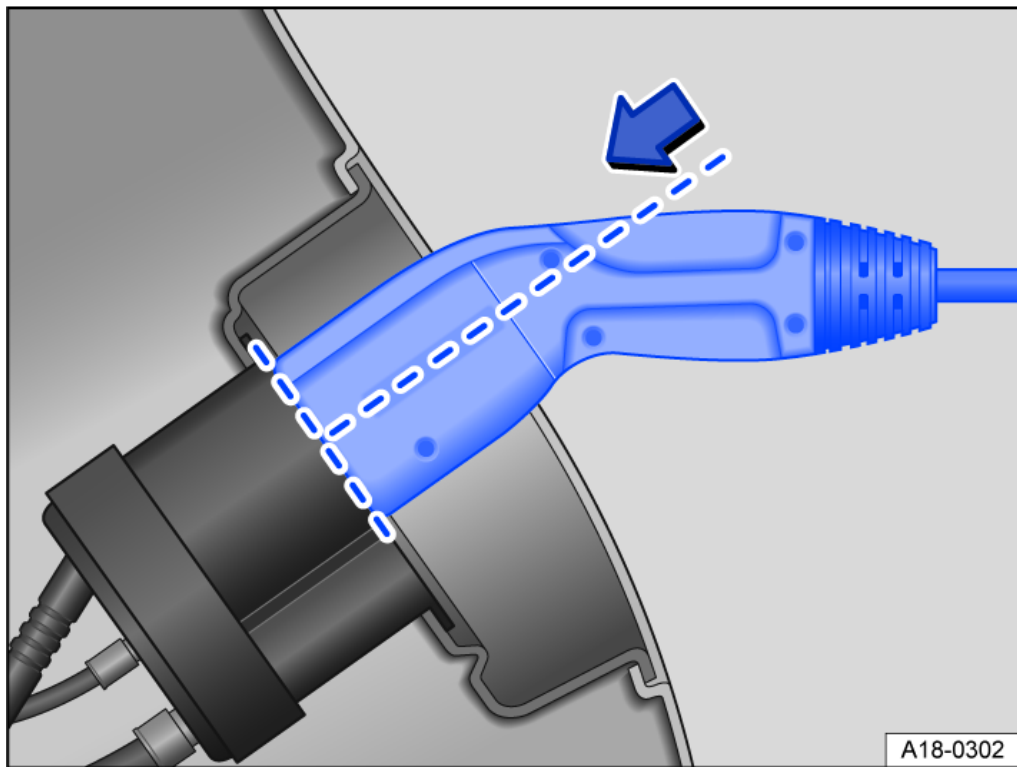

Abb. 2 An der Ladedose: Vollständig gesteckter Ladestecker (Prinzipdarstellung).
- Ladestecker gerade in die Ladedose stecken → *Abb. 2* ②. Prüfen, ob der Ladestecker vollständig gesteckt ist → *Abb. 2*.